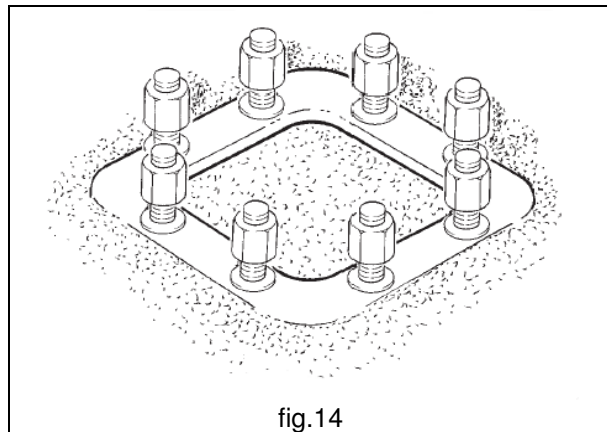

fig.14
- Noyer le gabarit ainsi préparé dans le jet du massif en faisant attention à ce que la plaque supérieure reste au fil du plancher (fig.14). Protéger les filetages des tiges d'ancrage pour éviter qu'ils ne s'endommagent.